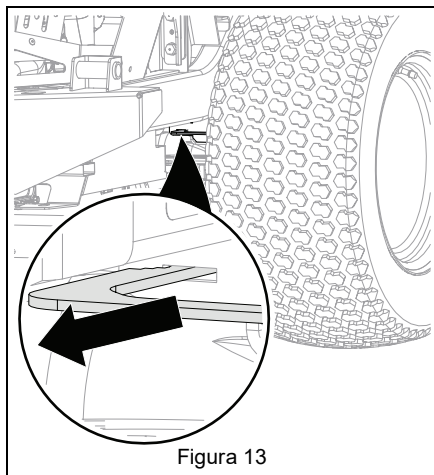

Figura 13
2. Portare entrambe le leve di bypass del cambio nella posizione di bypass. Vedere Figura 13.